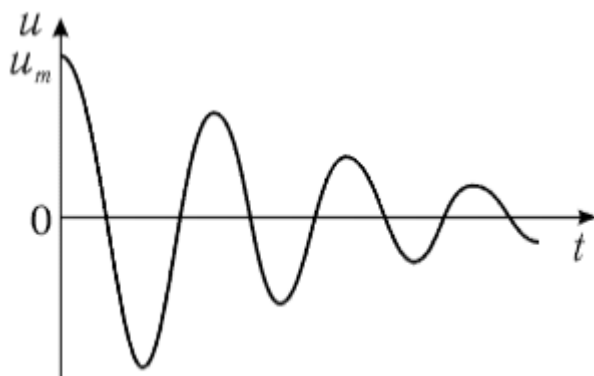

Рис. 2. Затухающие колебания
При протекании тока энергия, сообщенная контуру при зарядке конденсатора, превращается в тепловую, которая выделяется в резисторе R . Поэтому колебания затухают. На рис. 2 показан график изменения напряжения $u=q/C$ на обкладках конденсатора с течением времени.
- Увеличивая сопротивление реостата R_p , наблюдайте изменение затухания колебаний и переход осциллограммы от вида на рис.2 к виду, показанному на рис. 3. Минимальное сопротивление цепи, при котором получена осциллограмма вида рис. 3, есть $R_{кр} = R_k + R_p$, где $R_p = 1$ кОм. Запишите значение $R_{кр}$ в табл. 1.